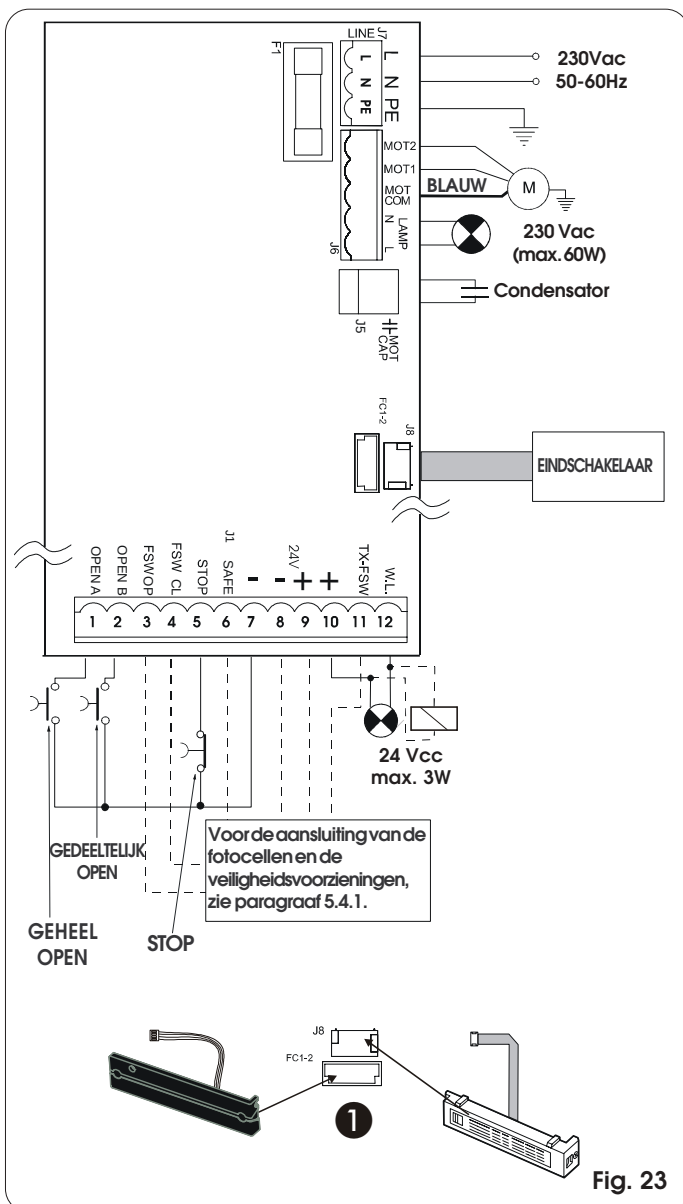

Fig. 23
5.4.2. Klemmenbord J7 - Voeding (fig. 23)
5.4.3. Klemmenbord J6 - Motoren en waarschuwingslamp (fig. 23)
5.4.4. Klemmenbord J1 - Accessoires (fig. 23)
Connectormet snelkoppeling voor aansluiting van de eindschakelaar. Hiermee kan zowel de MLS- als de inductieve eindschakelaar op de apparatuur worden aangesloten (fig. 23 ref. 1).